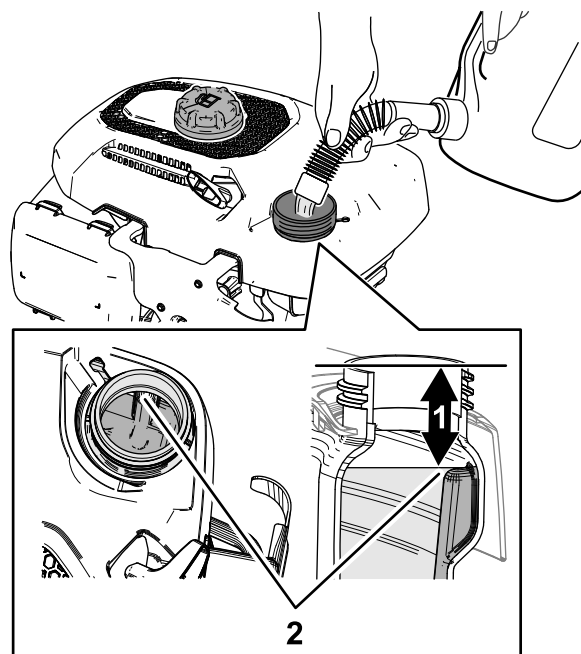

Figura 20
2. Riempite il serbatoio del carburante con il carburante specificato come illustrato nella Figura 20.